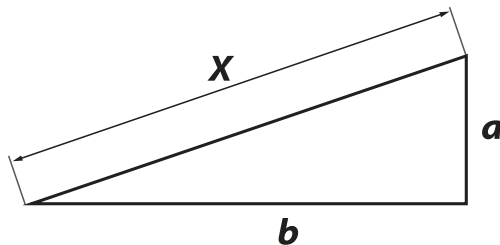

Рис. 4
**а)** Для косвенного измерения длины нажмите кнопку (2) пока на дисплее не появится обозначение для измерения по теореме Пифагора с мигающей гипотенузой.
**б)** Мигание гипотенузы означает, что Вы можете измерить первое расстояние - «**a**». Нажмите «Go» (кнопка (1)) для вывода на экран на верхней строчке первого значения - длины «**a**».
**в)** Нажмите «Go» (кнопка (1)), измерьте второе расстояние - «**b**».
**2.** Во втором варианте необходимо измерить длину «**X**», где «**X**» - гипотенуза (Рис. 4).